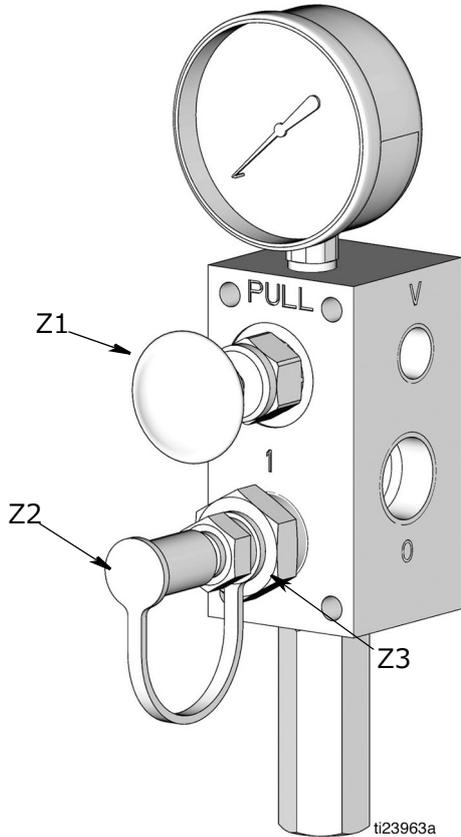

図 18
3. 充填カプラー (Z3) から黄色いダストカバー (Z2) を取り外します (図 18)。
4. リモート充填ステーションポンプ (P) と「I」のマークの付いている充填カプラー (Z3) ポートの中に補充ライン (AA) を接続してください (図 18)。
5. リモート充填ステーションポンプ (P) を始動させて下さい。
6. リザーバー (K) が充填されている場合 :
- リモート充填ステーションポンプ (P) は失速 (空打ち) し、